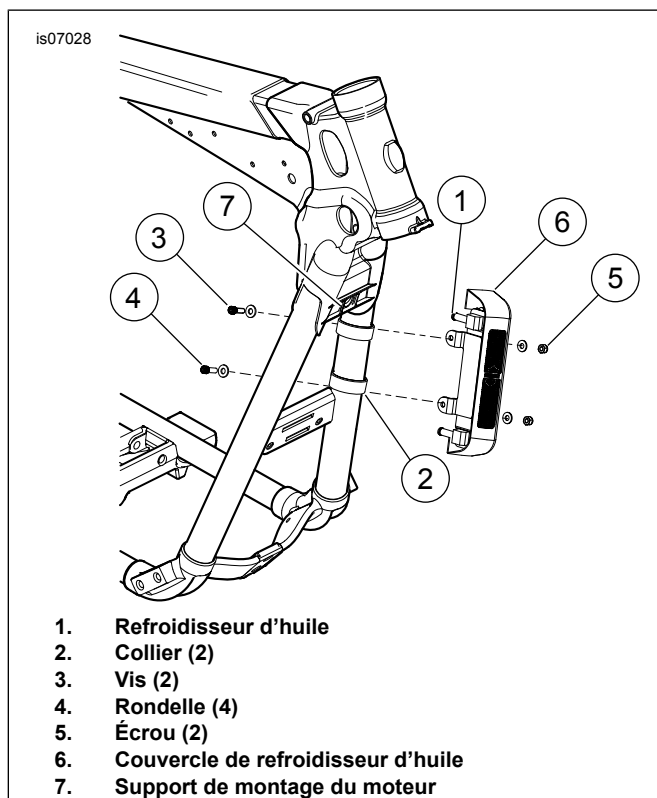

Figure 2. Montage de l'ensemble de refroidisseur d'huile
1. Voir Figure 2. Prendre deux colliers (2), deux vis à tête creuse (3), quatre rondelles (4) et deux écrous (5) dans le kit. Installer le refroidisseur d'huile (1) tube descendant de gauche. Aligner les colliers, le côté plat vers l'extérieur. Positionner le support supérieur à moins de 31,8 mm (1.25 in) du bas du support de montage du moteur (7). Serrer les vis au couple de 10,2–13,5 N·m (96–120 in-lbs).